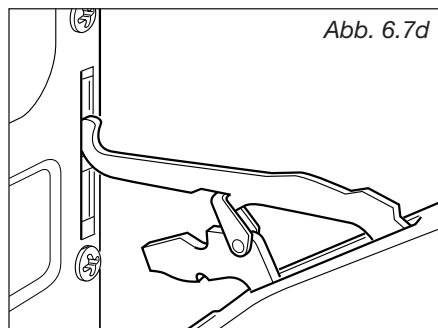

Abb. 6.7d
4. Ofentür nach vorne abziehen (Scharniere lösen sich aus den Schlitten) (abb. 6.7d).